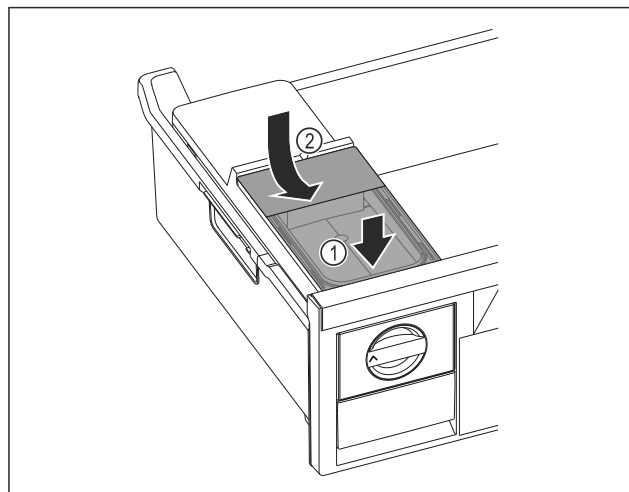

Fig. 139
- Placer le réservoir d'eau à l'avant. Fig. 139 (1)
- Abaisser le réservoir d'eau à l'arrière. Fig. 139 (2)